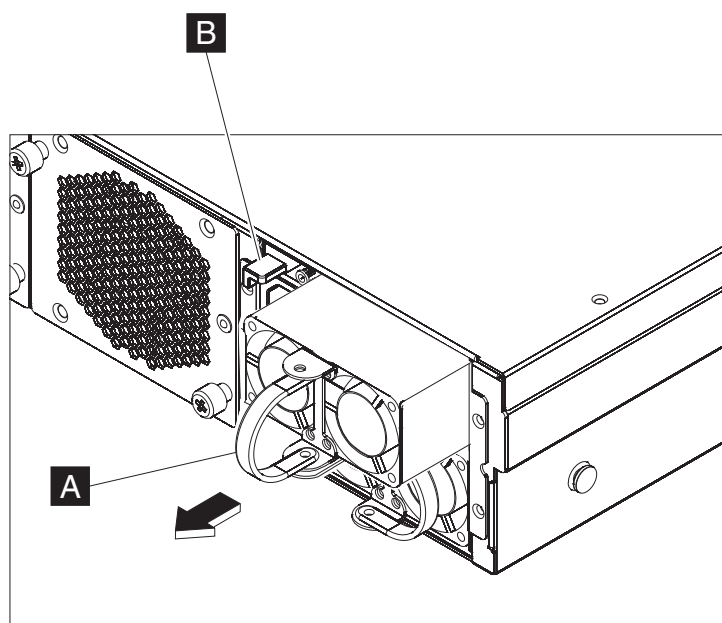

图 16. 卸下电源模块
- a. 牢牢抓住发生故障的模块的手柄 **A**，同时朝手柄方向按橙色松开滑锁 **B**，并使松开滑锁保持在该位置，如图 16 中所示。